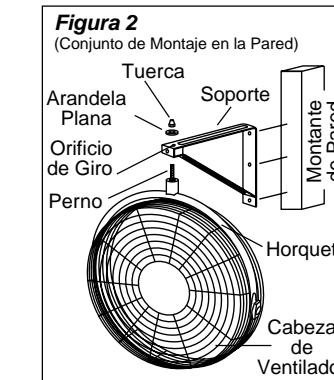
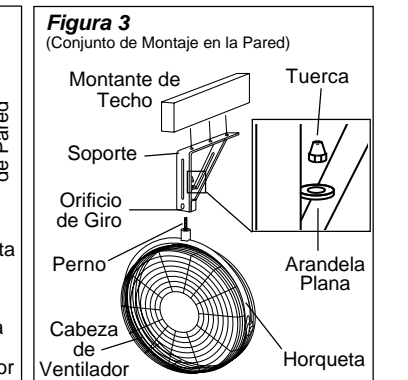

Figura 2
Figura 3
2. Localice el montante de pared o techo más cercano a la ubicación deseada para el Ventilador. Siguiendo el diagrama de montaje apropiado, una la Ménsula al montante, usando tres (3) Tornillos de Retraso de 5/16" de diámetro x 2" de longitud (no proporcionados) o Pernos y Tuercas de tamaño apropiado si se lo monta a vigas "I".
**Conjunto de Montaje en la Pared (Figura 2)**
**Conjunto de Montaje en el Techo (Figura 3)**
3. Inserte el Perno a través de la Horqueta, Soporte, Orificio de Giro, Arandela Plana, y dentro de la Tuerca. (Figura 2) o (Figura 3)